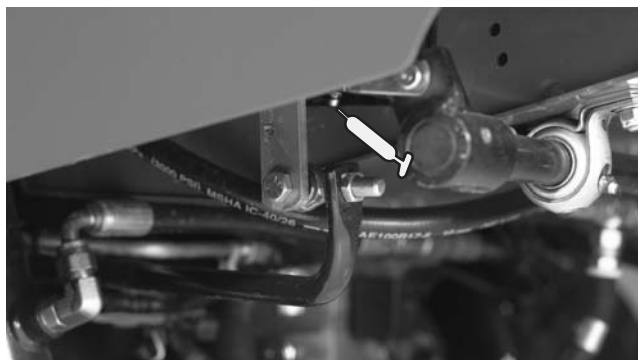

Figure 32
- Bague de pivot de pédale de déplacement (1) (Fig. 32)